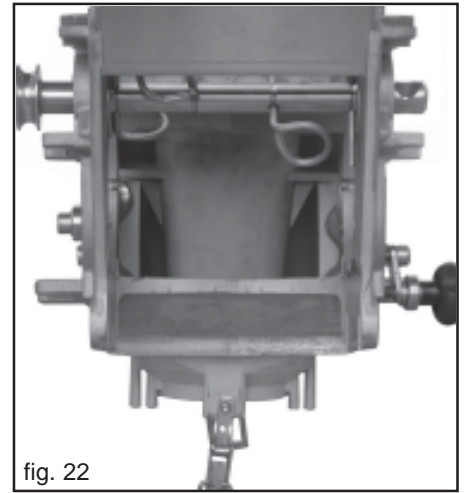

fig. 22
- 1) Dosiergerät mit ausgebauter Bodenklappe und demontiertem Saerad (Abb. 22).